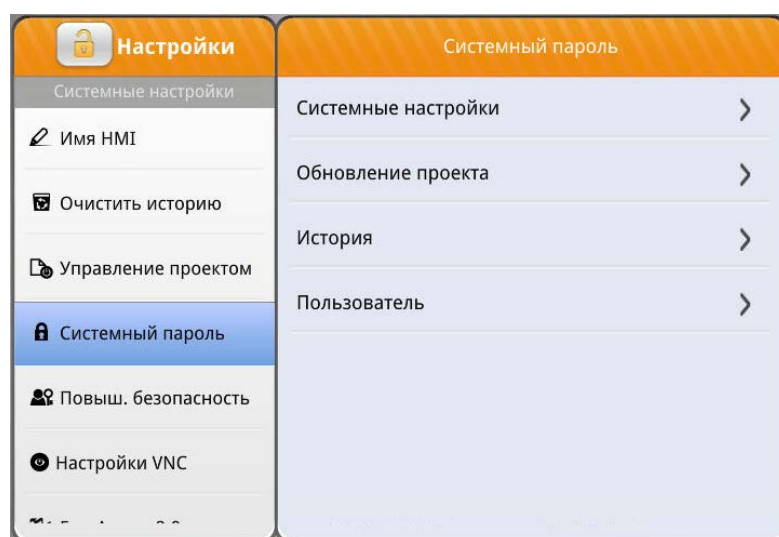

Рисунок 43 – Вкладка «Системный пароль»
Во вкладке «Системный пароль» (рисунок 43) присутствуют следующие возможности:
- Системный пароль (рисунок 43);